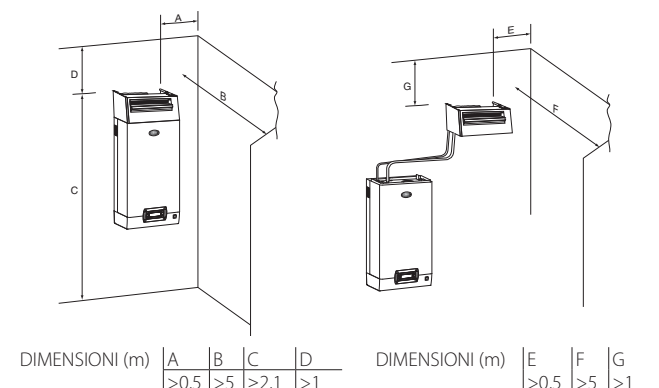

Fig. 3.c
2. El soporte de fijación en forma de "L" (ver pieza 1 Fig. 3.c) se suministra con los modelos de distribuidor de vapor de DP085* a DP025*. Para longitudes inferiores, se puede suministrar el soporte como opción (cód. 18C478A088).
Atención: Para conseguir una correcta difusión del vapor, respete las distancias indicadas en la fig. 3.c.